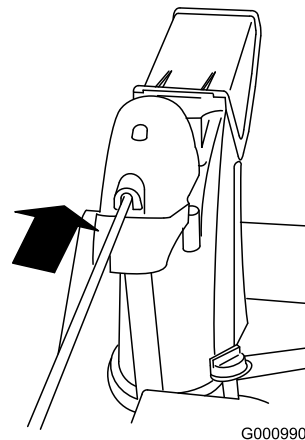

Figure 7
13. Insérez le bout de la longue tige dans l'arrière du couvercle du mécanisme de l'éjecteur jusqu'à ce qu'il glisse dans le mécanisme (Figure 7).